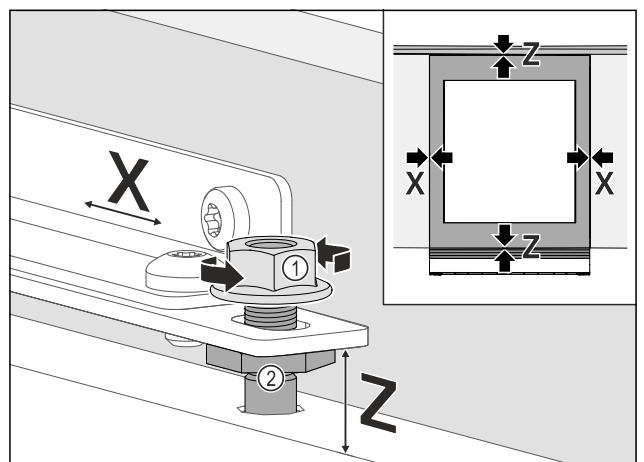

Fig. 104
- Lijn de meubeldeur uit: Draai de borgmoer Fig. 104 (1) los, beweeg de meubeldeur in X-richting.
- Draai de borgmoeren *Fig. 104 (1)* vast.
- Meubeldeur in de hoogte **Z** en in de zijdelingse schuimte uitlijnen: De stelbouten *Fig. 104 (2)* instellen.